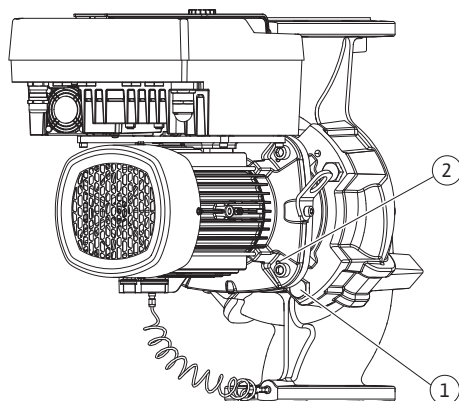

Fig. 104: Wypchnięcie głowicy silnika przez gwintowane otwory (w zależności od typu pompy)
23. Zdjąć głowicę silnika z korpusu pompy. W tym celu należy wykorzystać dwa gwintowane otwory (patrz Fig. 104, poz. 1).
33. W celu wypchnięcia głowicy silnika z korpusu pompy należy wykorzystać znajdujące się obok dwa otwory gwintowane (Fig. 104, poz. 1) i użyć odpowiednich śrub dostarczonych przez użytkownika (np. M10 x 25 mm).